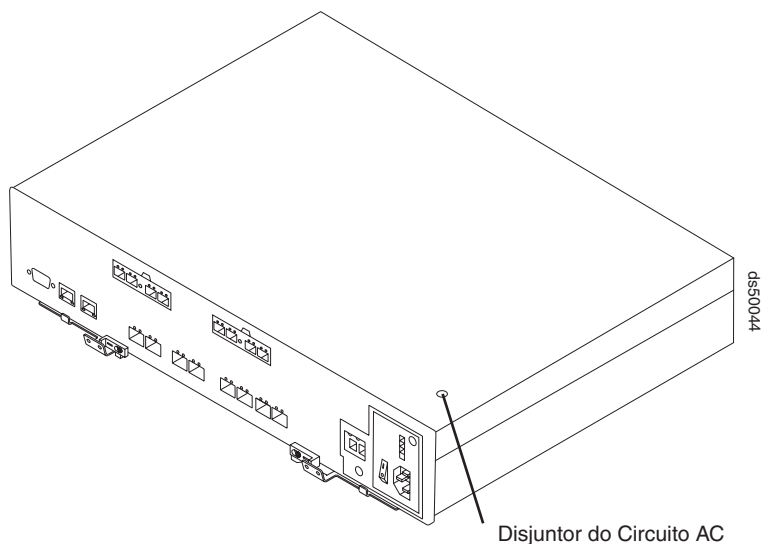

Figura 115. Orifício de Acesso aos Disjuntores
8. Insira um estilete não-condutivo pelo orifício apropriado na tampa do controlador e pressione-o cuidadosamente para baixo. O Figura 115 na página 196 mostra o local do orifício de acesso do disjuntor de circuito na tampa do controlador B.
Nota: Quando os controladores A e B são inseridos nos slots do controlador, o local do orifício de acesso do disjuntor do circuito é o seguinte. No controlador A, o orifício de acesso do disjuntor de circuito está localizado na lateral esquerda na parte inferior do controlador. No controlador B, o orifício de acesso do disjuntor de circuito está localizado na lateral direita, na parte superior do controlador (como mostrado em Figura 115 na página 196).